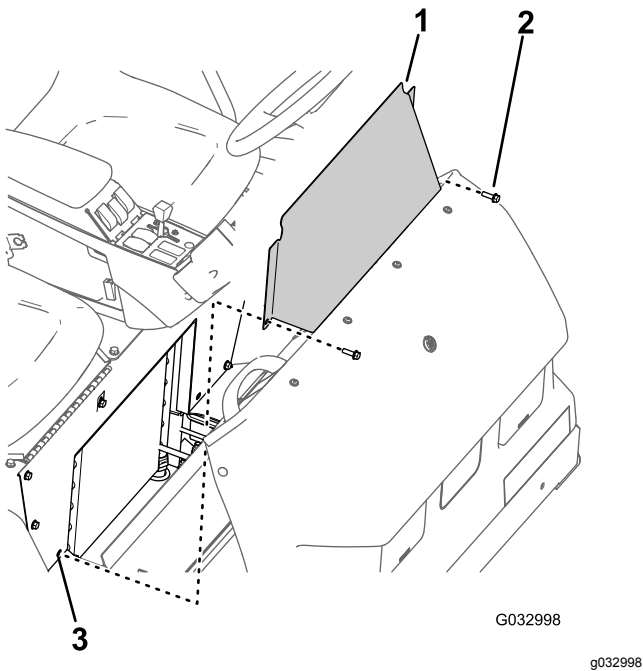

图 60
1. 拆下将座椅底座检修门固定至座椅底座的 2 个凸缘头螺栓图 60。
2. 从机器上卸下座椅底座检修门图 60。
1. 将座椅底座检修门上的孔与座椅底座上的孔对齐图 60。
2. 使用 卸下座椅底座检修门 (页码 42) 的步骤 1 中拆下的 2 个凸缘头螺栓图 60 将座椅底座检修门组装到座椅底座上。